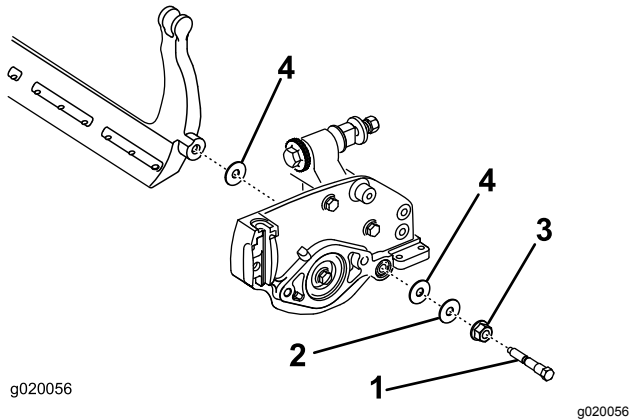

Figura 15
Guarde las 2 arandelas de nylon y la arandela de acero de cada extremo de la barra de asiento (Figura 15).
- Coloque una arandela de nylon en cada lado del saliente de la chapa lateral. Coloque una arandela de acero por fuera de cada arandela de nylon (Figura 15).